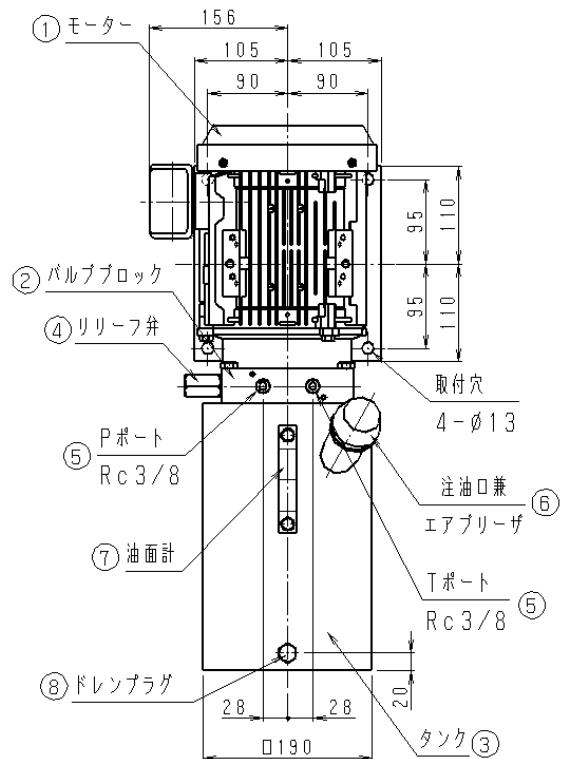

図2 正面図
5-1 標準品 (図2, 3, 4参照)
- (5) 本機にはRc3/8のP、T、R1、R2ポート（図2、4参照）、オプション品（電磁弁付き）の場合、A、B、R1、R2（図4、6、7参照）があります。ここへ接続する配管材料はRc3/8を使用して下さい。他の部分の配管材料もRc3/8、又は、それ以上のものを使用して下さい。
- (6) 使用する配管材料は、十分にフラッシングしたものを使用して下さい。
- (7) 配管材を接続する時は、漏れ防止の為シールテープ等を使用し、ねじ込みトルクは30 N·m程度にして下さい。
- (1) タンク内に作動油は入っていません。使用の前に注油口兼エアブリーザー（図2参照）のキャップを外して注油して下さい。
- (2) 作動油は清浄な石油系作動油で粘度グレードが ISO VG 32～68のものを使用して下さい。
(図2参照)